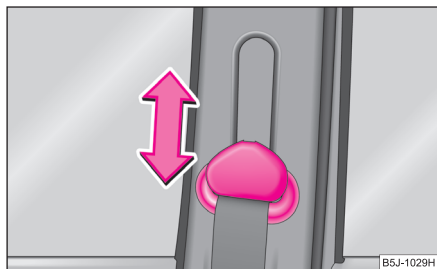

Fig. 112 Scaun față:
- Pentru reglare apăsați dispozitivul de reglare și deplasați-l în sus sau în jos ⇒ fig. 112.